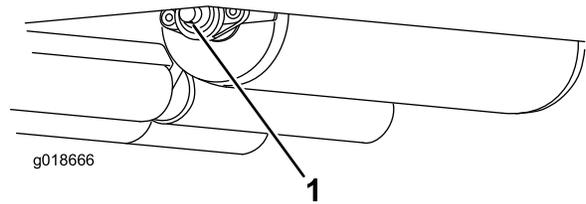

Figura 10
- Cojinetes del rodillo de arrastre (Figura 10).